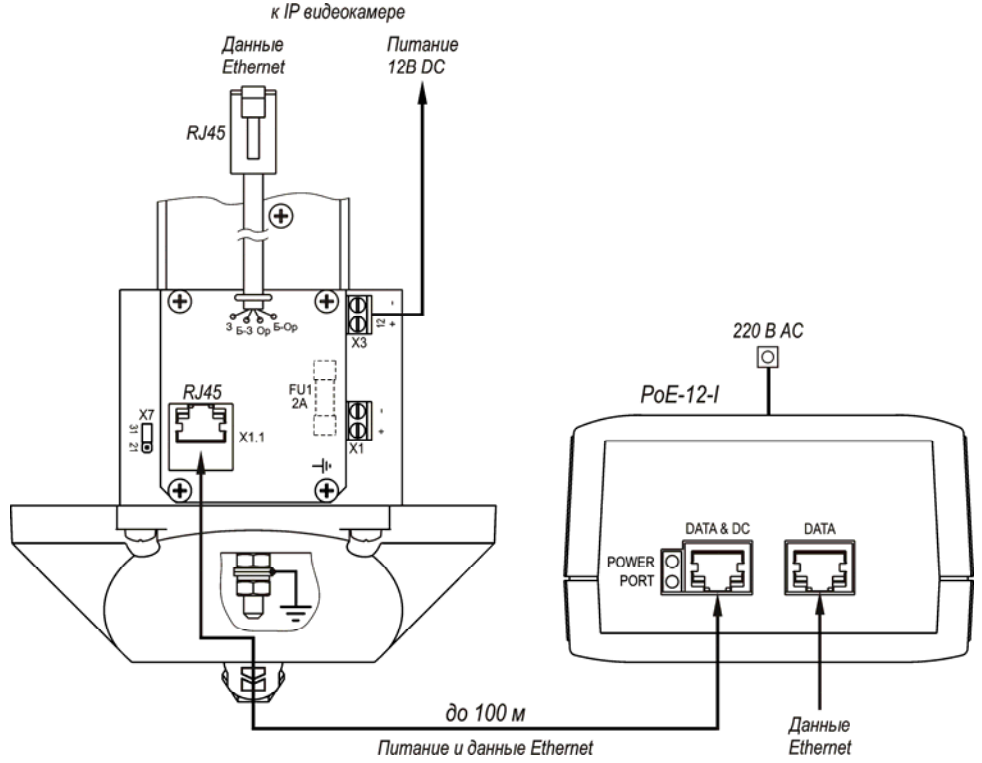

Рис.4 Схема подключения IP-видеокамеры
1. Кронштейн ТГБ-3 для крепления IP-видеокамеры ТВК-94 PoE на опоры $\varnothing 115\div 135$ мм (другой размер – под заказ). Монтаж кронштейна см. рис.4.
* Предприятием изготовителем джампер X7 установлен в положение «31» - мощность обогрева 31 Вт, для изменения мощности на 21 Вт джампер X7 необходимо переставить в положение «21» (см. рис.4).
Через разъем «Data» (см. рис.4) осуществляется обмен данными по сети Ethernet.
5. При необходимости изменить мощность обогрева гермобокса, выкрутить 4 винта крепления задней крышки гермобокса, выдвинуть модуль видеокамеры из кожуха и установить джампер X7 в нужное положение (рис.4). Установить модуль видеокамеры обратно в кожух. Закрыть 4 винта крепления задней крышки с усилием $5 \pm 0,5 \text{ Нм}$.